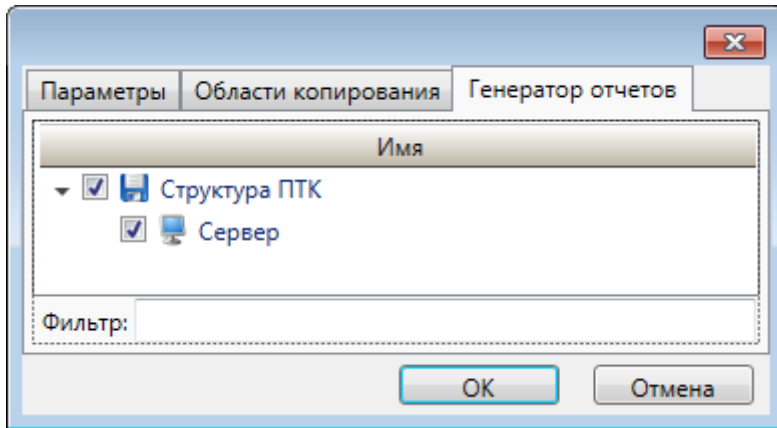

Рисунок 124 – Генератор отчетов
- подсистему архивирования и генерации отчётов, средствами которой требуется сформировать отчёт (рисунок 124). Раздел недоступен при выборе «Параметров соединения по умолчанию» (4.9.3).